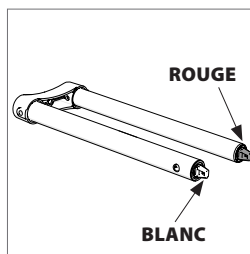

Fig. 1b
- Les glissières du chariot de guidage (**Fig. 1b**).